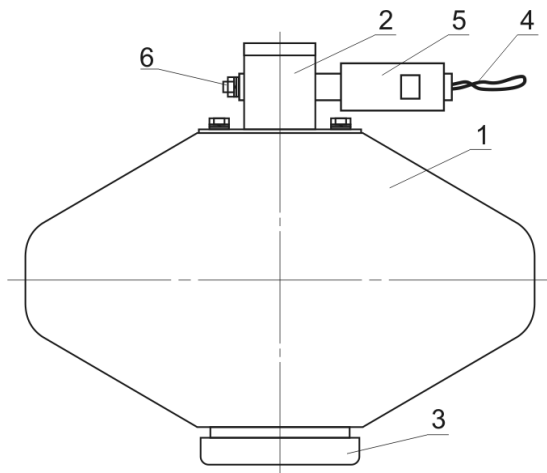

Рис. 1. Конструкция МПП «Гарант-7»вз.
4.1. Конструкция МПП «Гарант-7»вз приведена на рис. 1.
- 6.5.3. Отвинтить муфту, поз.6 (рис.1), вывинтив из нее гайку на 3-4 витка резьбы.